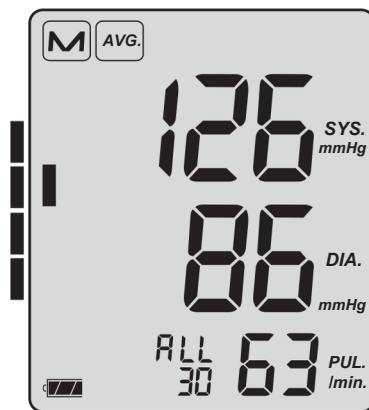

Bild 8
Tragen Sie jeden Einzelwert in Ihren Blutdruckpass ein. Rufen Sie nach jeweils 30 eingetragenen Blutdruckmessungen Ihren Mittelwert ab, indem Sie im ausgeschalteten Zustand kurz die M-Taste drücken. Der Mittelwert aller gespeicherten Werte wird angezeigt (ALL). Nach wiederholtem Drücken der M-Taste wird der Mittelwert aller Messungen zwischen 0:00 und 11:59 Uhr (AM) angezeigt, danach der Mittelwert aller Messungen zwischen 12:00 und 23:59 Uhr (PM). Die Anzahl der im Mittelwert enthaltenen Messungen erscheint bei ALL/AM/PM (siehe Bild 8).
Mit der Anzeige der Mittelwerte erscheint am linken Displayrand ein dunkles Rechteck (siehe Bild 8), entsprechend der Höhe des Blutdruckmittelwertes. Mit Hilfe der zugehörigen Bewertungsskala (siehe Bild 9) sehen Sie in welchem Bereich sich Ihr Blutdruck gemäß WHO befindet (siehe Seite 13).